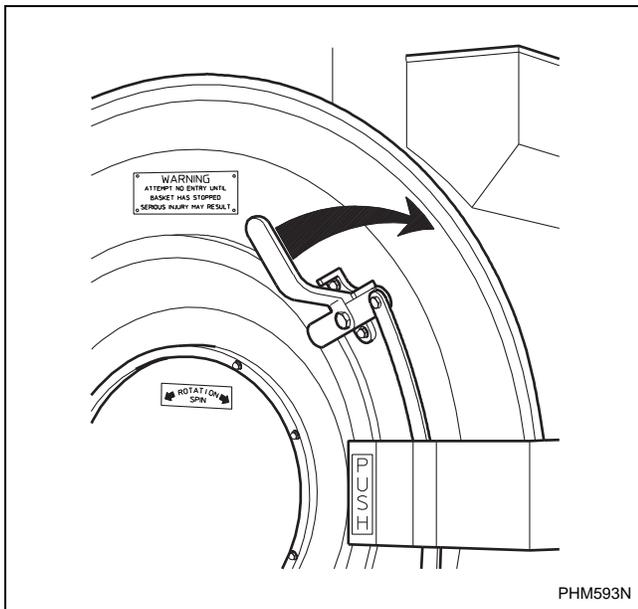

Figura 29
3. Con la mano derecha gire la manija de la puerta en el sentido del reloj para abrir la puerta hacia la izquierda. Consulte la *Figura 29*.